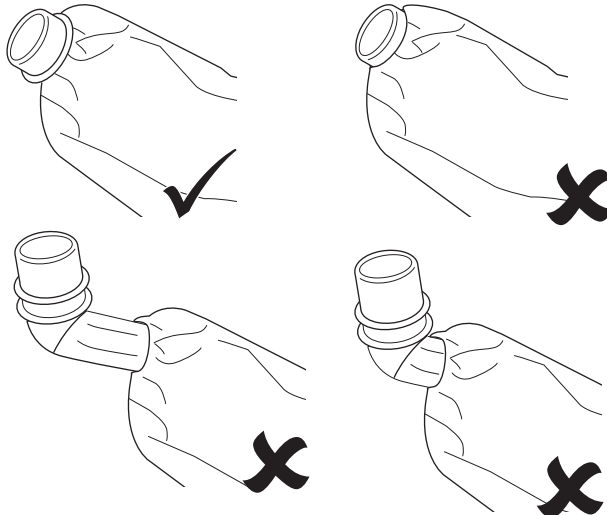

Fig. 8
- > Asegúrese de que la bolsa de recogida del polvo (17a) está correctamente montada en el conector (17b)/estructura (17c) (Fig. 8).